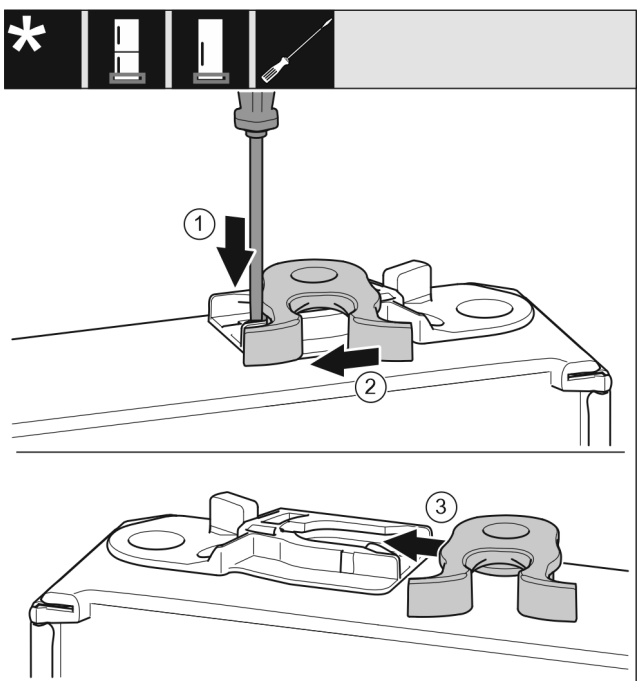

Fig. 18
- Πιέστε το αυτάκι Fig. 18 (1) με ίσιο κατσαβίδι προς τα κάτω.
- Τραβήξτε το άγκιστρο κλεισίματος Fig. 18 (2) από τον οδηγό.
- Ωθήστε το άγκιστρο κλεισίματος Fig. 18 (3) στην άλλη πλευρά στον οδηγό.